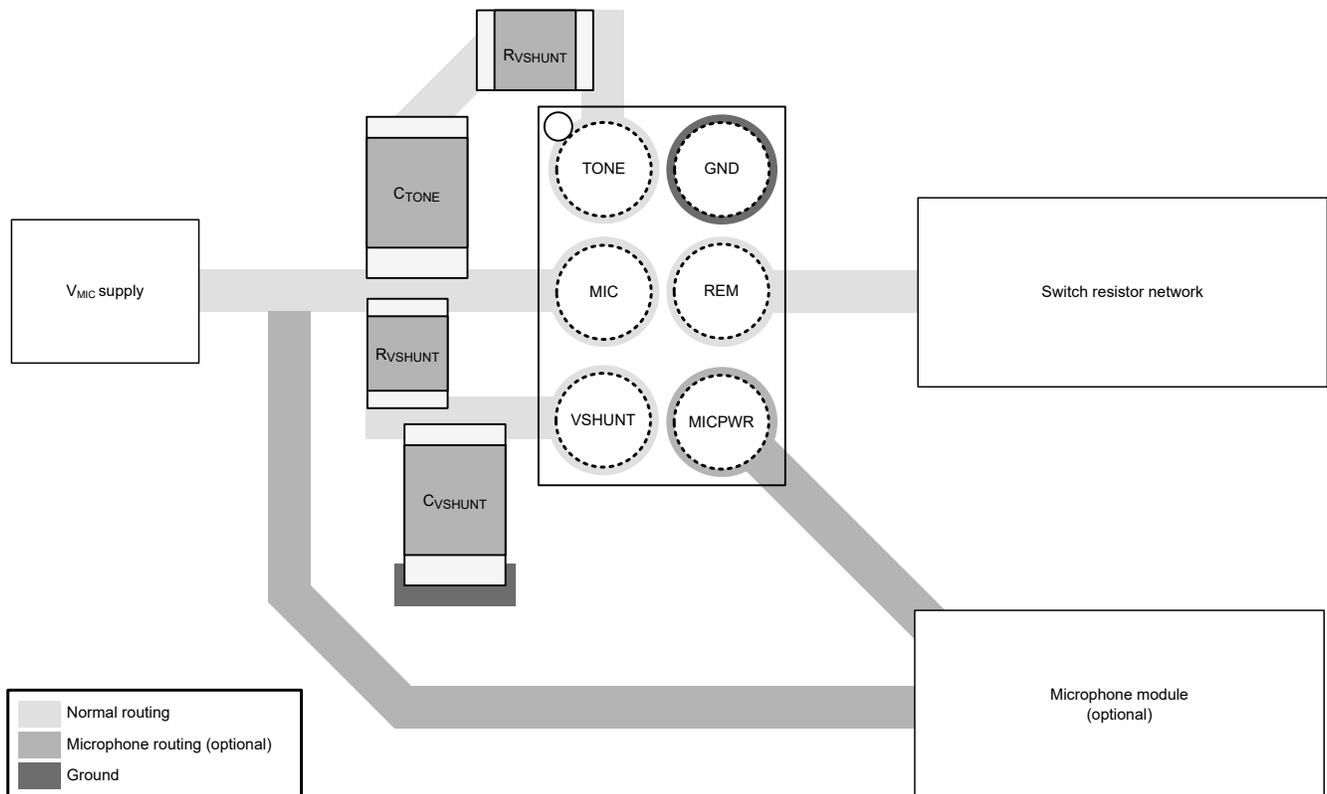

图 8-5. 布局示例
- 有关 CD326x 的建议布局，请参阅 图 8-5，该布局专为通用外部接地连接而设计。TI 建议将所有元件尽可能靠近封装引脚放置。EVM 实现了建议布局，如 EVM 用户指南所示。